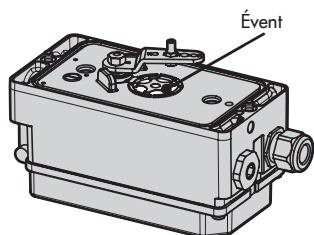

Fig. 5-1: Évent
- Ne pas obturer ni réduire l'évent sur site (cf. Fig. 5-1).